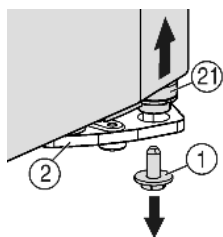
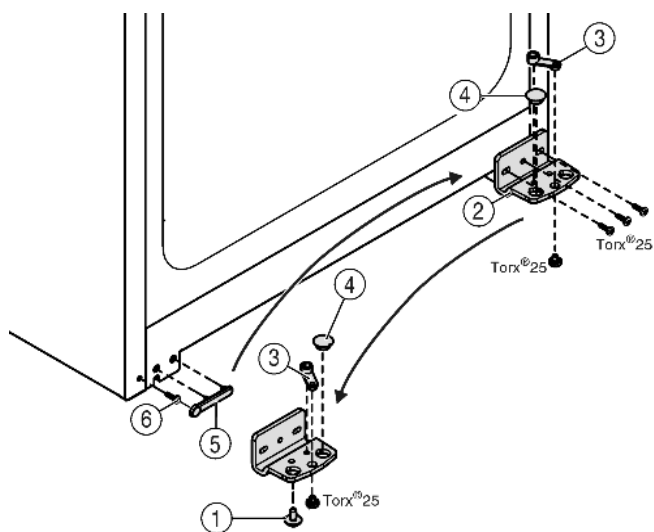

Fig. 4
Fig. 5
- ▶ Внизу справа на опорном кронштейне выкрутите фиксирующий винт Fig. 4 (1).
- ▶ Опорный палец Fig. 4 (21) можно извлечь из опорного кронштейна Fig. 5 (2).
- ▶ Если не удастся извлечь опорный палец Fig. 4 (21), нажмите на него снизу.
- ▶ Открутите опорный кронштейн Fig. 5 (2).
- ▶ Открутите опорную деталь Fig. 5 (3) и, переставив в отверстие на противоположной стороне опорного кронштейна, снова прикрутите.
- ▶ Извлеките заглушку Fig. 5 (4) из опорного кронштейна и переставьте ее в отверстие на противоположной стороне опорного кронштейна.
- ▶ Осторожно снимите крышку со стороны ручки Fig. 5 (5).
- ▶ Выкрутите болт Fig. 5 (6) и вкрутите на противоположной стороне.
- ▶ Снова установите крышку Fig. 5 (5).
- ▶ Снова прикрутите опорный кронштейн Fig. 5 (2) на новой стороне шарнира (с моментом 4 Нм). При необходимости используйте аккумуляторный шуруповерт.
- ▶ Вкрутите фиксирующий винт *Fig. 4 (1)* внизу в опорный палец и затяните (с моментом 4 Нм).